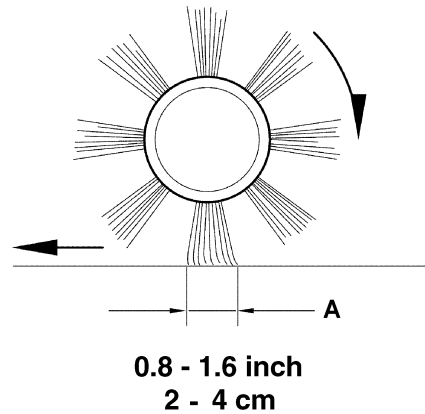

Figure 2
- Contrôler que la largeur de la trace (A, Fig. 2) laissée par le balai central est comprise entre 2 et 4 cm (entre 0,8 et 1,6 in) dans toute sa longueur.